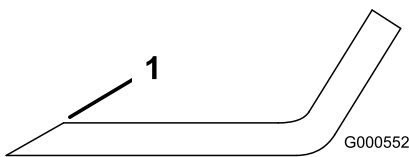

Figura 59
- Utilice una lima para afilar el filo de corte en ambos extremos de la cuchilla (Figura 59).
**Nota:** Si la cuchilla no está equilibrada, rebaje algo del metal en la parte de la vela solamente con una lima (Figura 59).